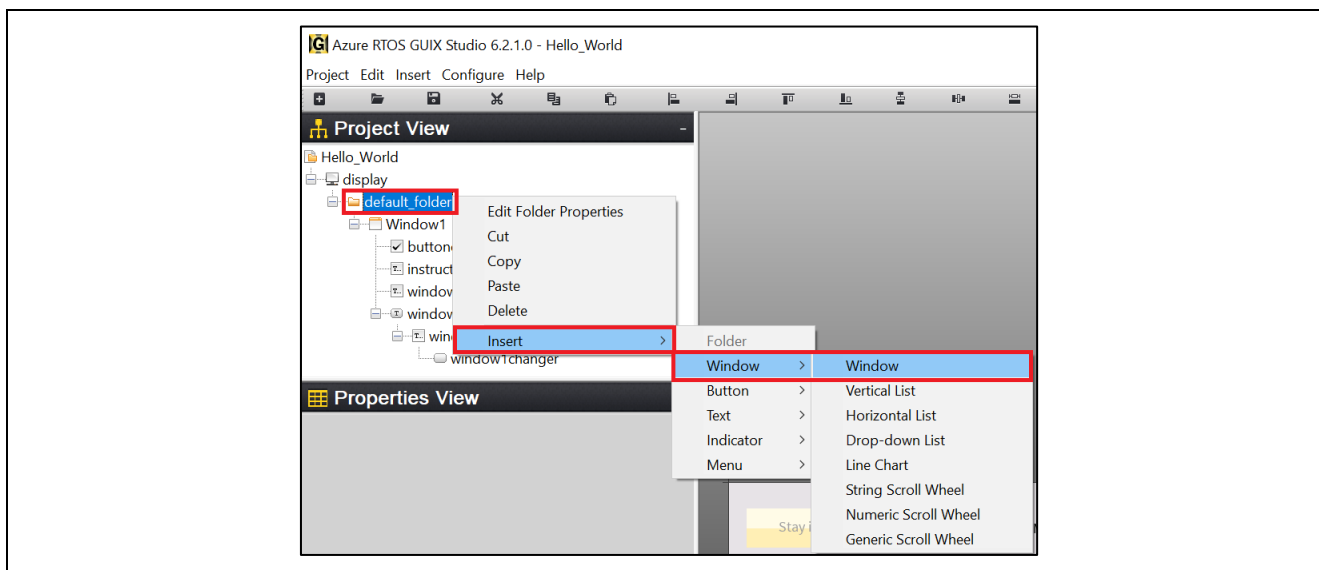

図 60. Window2 の挿入
23. 図 60 のように、default\_folder を右クリックし、Window2 を挿入します。(Insert > Window > Window)